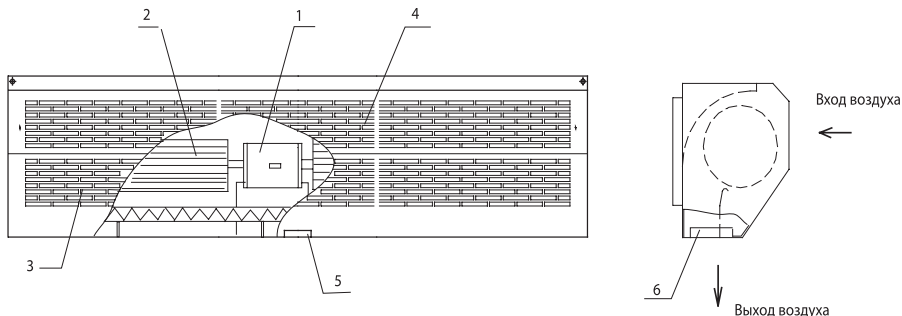

Рис. 1 – Устройство тепловой завесы
4.1 Завеса представляет собой устройство, в металлическом корпусе которого установлен вентилятор барабанного типа с электродвигателем и нагревательный элемент типа PTC (рис. 1).